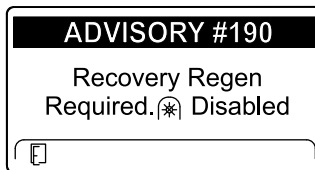

Bild 46
- Recovery regeneration required – power takeoff disabled ADVISORY #190 (Bild 46)